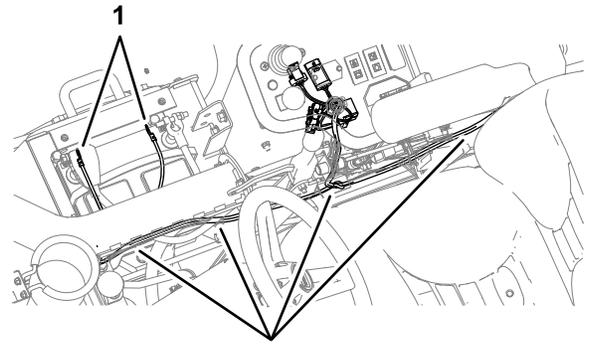

図 11
3. ワイヤハーネスをコントロールコンソールの底に沿って ROPS の後方へ導く 図 11。